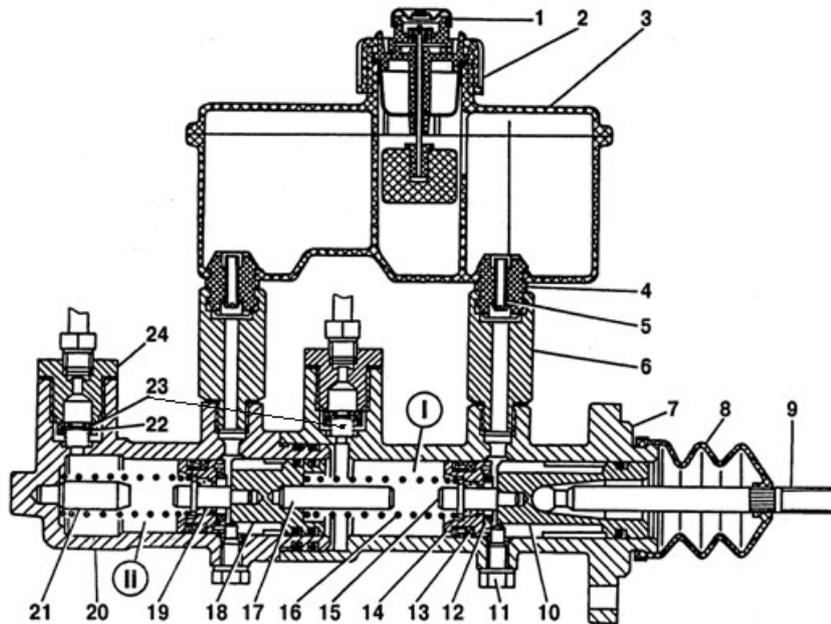

Рис.6.25 Главный тормозной цилиндр
Бачок главного тормозного цилиндра имеет датчик, сигнализирующий о падении уровня тормозной жидкости (сигнал выводится на контрольную лампу комбинации приборов), а в главном тормозном цилиндре (рис. 6.25) сделаны две независимые полости с двумя поршнями. Два независимых контура выполнены для безопасности: в случае повреждения одного из них (утечка жидкости или повреждения трубопровода), второй остаётся в действии.
**ВНИМАНИЕ!** При замене главного тормозного цилиндра, для обеспечения его совместной работы с дисковыми тормозами, необходимо удалить из него клапан избыточного давления (см. поз. 23 рис. 6.25).